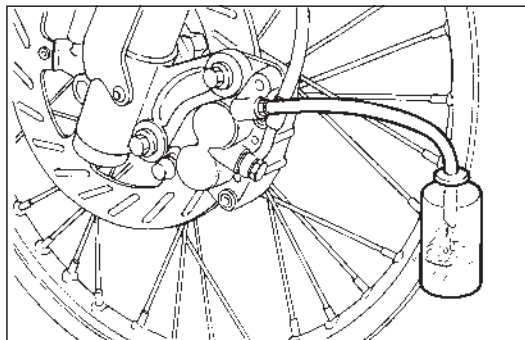

Fig. 23
- 2) Inserire un terminale di un tubo in PVC trasparente sull'estremità della valvola, l'altro terminale deve essere libero su un contenitore di raccolta (Fig. 23).